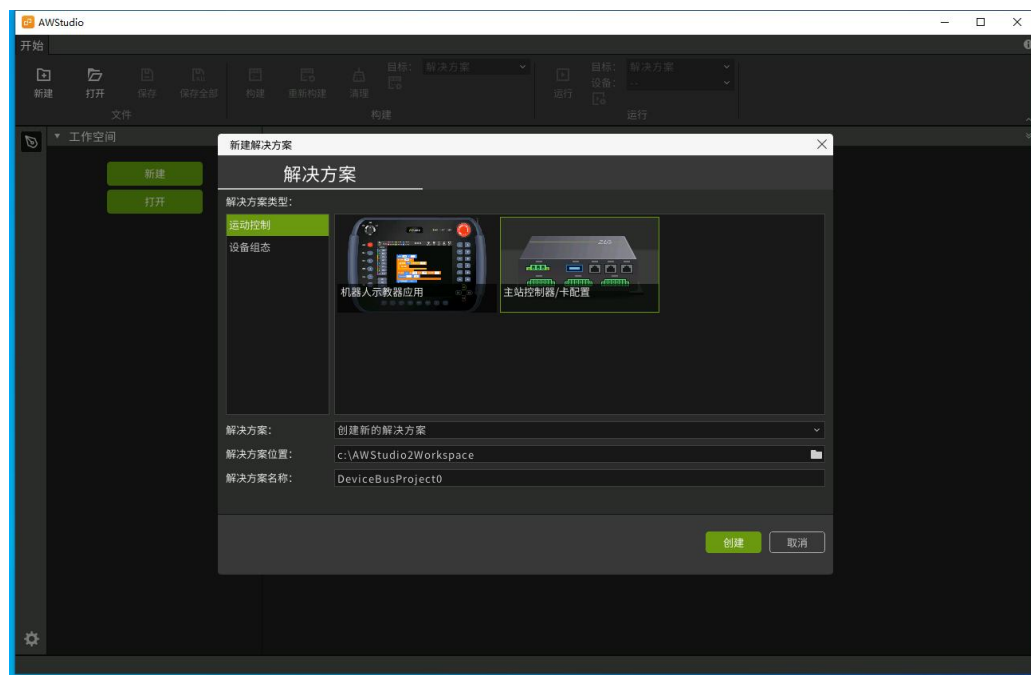

图 4.2 新建解决方案
(2) 在 PC 端打开 AWStudio 软件，AWStudio 以解决方案的形式来管理各类文件，因此，第一步先新建或打开一个解决方案。AWStudio 启动后默认没有解决方案，点击界面中“新建”按钮或者工具栏的“新建”按钮，可弹出“新建解决方案”对话框。解决方案类型选择“主站控制器/卡配置”，解决方案名称和解决方案路径按需要修改，点击“创建”按钮即可创建一个新的解决方案，如图 4.2 所示。